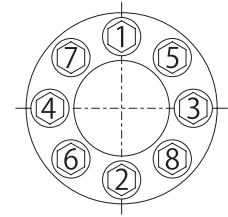
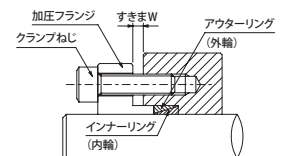

図2 クランプねじ締付け順序
図6 すきま W
- トルクレンチを使用し最終締付けトルク Ms まで  $1/3, 2/3, 3/3$  と数回に分けて徐々に対角線上にクランプねじを締付けます。(図2参照)
(ボス穴にヌスミを生じた際はスペーサリングを挿入してください) クランプエレメントを挿入する際エレメントの倒れや傾きに注意しながらまとめて組み込んでください。クランプエレメントの組込みについては図6を参照してください。
トルク Ms の  $1/3, 2/3, 3/3$  と数回に分けて対角線上に順次締付けてください。(図2参照)締付け後すきま W が均等であることが望ましい状態です。(図6参照)
- トルクレンチで、対角線上にあるクランプねじを少しずつ締付けていき、Msまで締めてください。(図2参照)